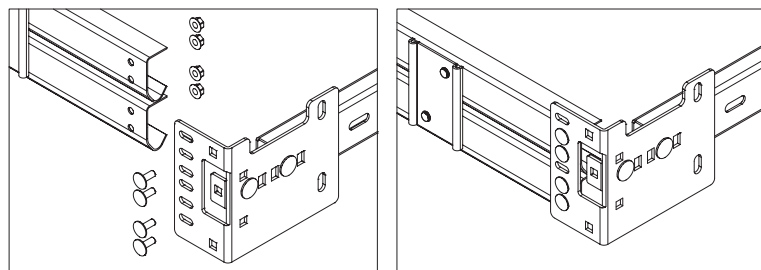

Рис. 14.2
- установить снаружи четыре болта M6x16 с полукруглой головкой в отверстия суппортов и горизонтальных направляющих (рис. 14.2).